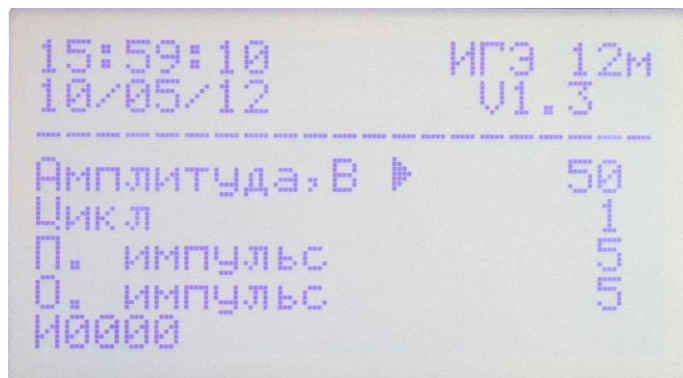

Рисунок 2
7.2. После включения генератора переключателем «СЕТЬ» на дисплее появляется текст и курсор в виде стрелки в строке «Амплитуда» (см. рисунок 2). Светодиод «ПУСК» при этом светится зелёным светом, что свидетельствует о готовности к запуску. Перемещение курсора по строкам осуществляется при помощи кнопок «↓» и «↑».
7.3. Амплитуда выходных импульсов устанавливается при помощи кнопок клавиатуры «+» и «-». Курсор должен находиться в строке «Амплитуда» (см. рисунок 2). При этом можно выбрать значения от 50В до 12000В, шаг установки амплитуды импульса напряжения в диапазоне от 50В до 1000В 10В, от 1000В до 12000В – 50В.